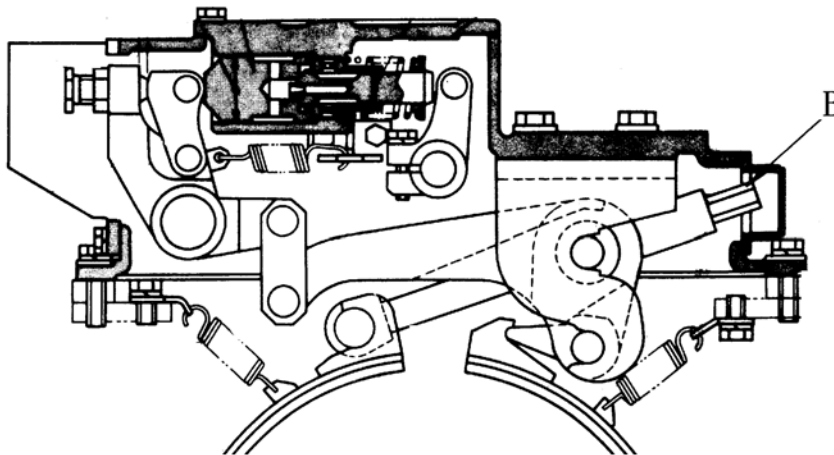

Figura 4-39
1) Sacar el pedal del casquillo posterioridad. Figura 4-39